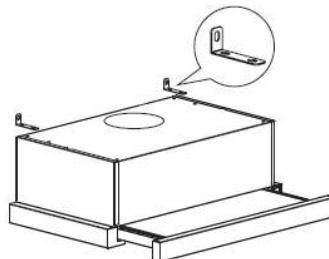

Abb. 2
2. Befestigen Sie die L-förmige Halterung mit zwei Schrauben (4 mm x 10 mm) an der Oberseite der Haube. Siehe Abb. 2.